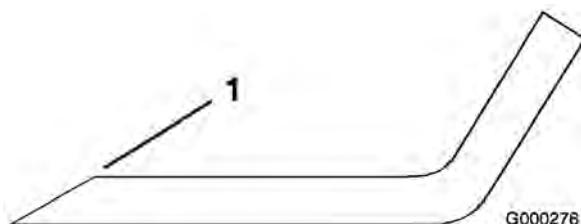

Bild 58
1. Schärfen Sie die Schnittkante an beiden Enden des Schnittmessers mit einer Feile (Bild 58). Behalten Sie den ursprünglichen Winkel bei. Das Schnittmesser behält seine Auswuchtung bei, wenn von beiden Schnittkanten die gleiche Materialmenge entfernt wird.